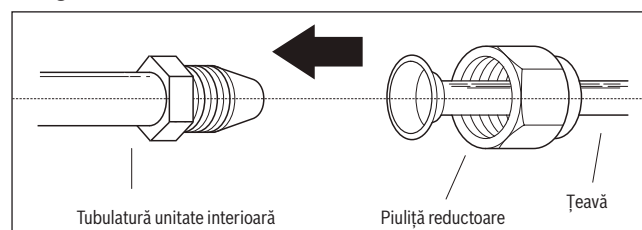

Fig. 34.
1. Aliniați centrul a două țevi pe care le veți conecta. A se vedea **fig. 34**.